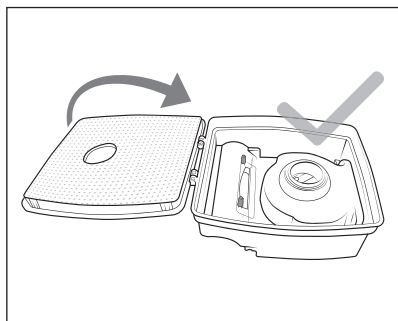

Fig. 11
- 7) Fissare il filtro EPA **7** al coperchio del contenitore della polvere **12** e chiudere il coperchio (vedere fig. 11).